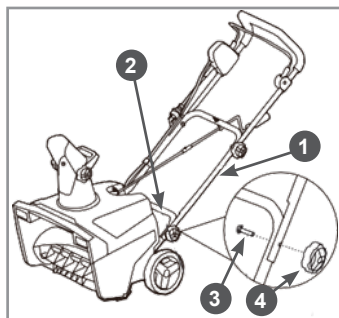

Рис. 2 Установка верхней стойки рукоятки управления
1. Установите верхнюю стойку рукоятки управления 1 на нижнюю стойку 2 снегоотбрасывателя (Рис. 2). Совместите отверстия в стойках 1 и 2, вставьте в полученные отверстия винты 3 и закрутите барашковые гайки 4 (Рис. 2).